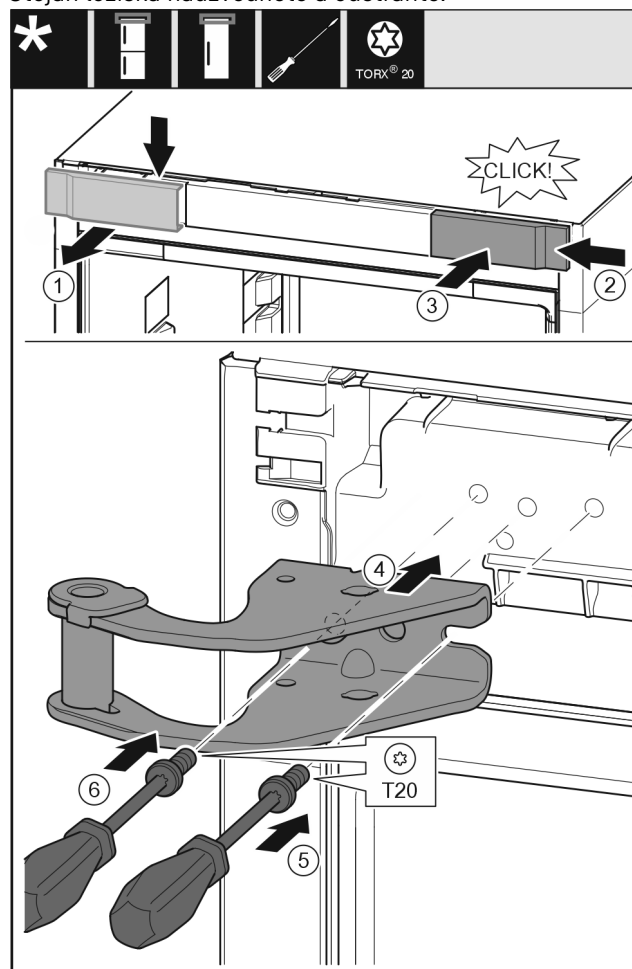

Fig. 10
- ▶ Odeberte kryt shora dopředu. Fig. 10 (1)
- ▶ Kryt otočený o 180° zavěste na druhé straně zprava. Fig. 10 (2)
- ▶ Zaklapněte kryt. Fig. 10 (3)
- ▶ Nasaďte horní stojan ložiska. Fig. 10 (4)
- ▶ Šroubovákem T20 nasaďte šroub a utáhněte. Fig. 10 (5)
- ▶ Šroubovákem T20 vložte šroub a utáhněte. Fig. 10 (6)